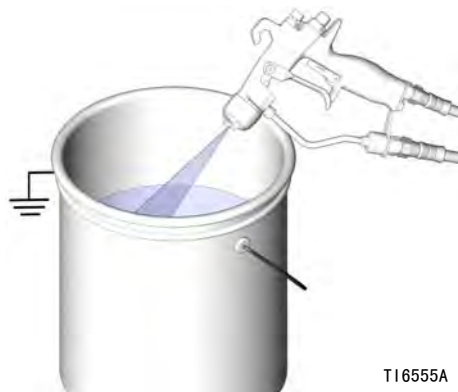

图 11
5. 将喷枪的金属部分紧紧靠在接地的金属桶上。扣动喷枪扳机，使压力释放掉。见图 11。